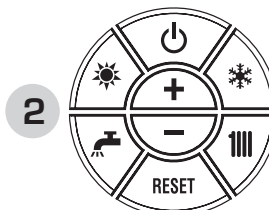

Fig. 23/8
- ANOMALÍA Sonda AUXILIAR "AL 10" (fig. 23/9)